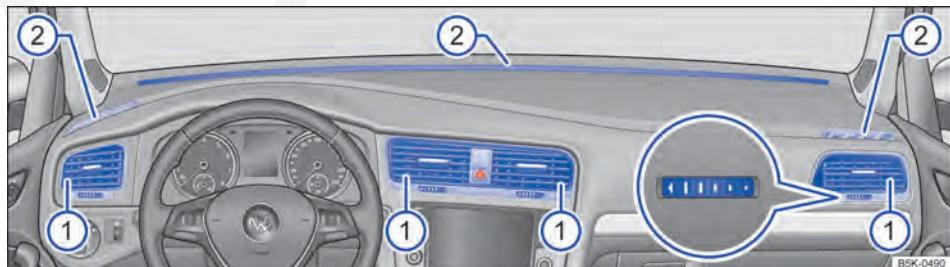

Fig. 168 No painel de instrumentos: difusores de ar.
Para que uma potência de aquecimento, uma refrigeração e uma entrada de ar suficientes sejam atingidas no interior do veículo, os difusores de ar \Rightarrow Fig. 168 ① devem permanecer abertos.